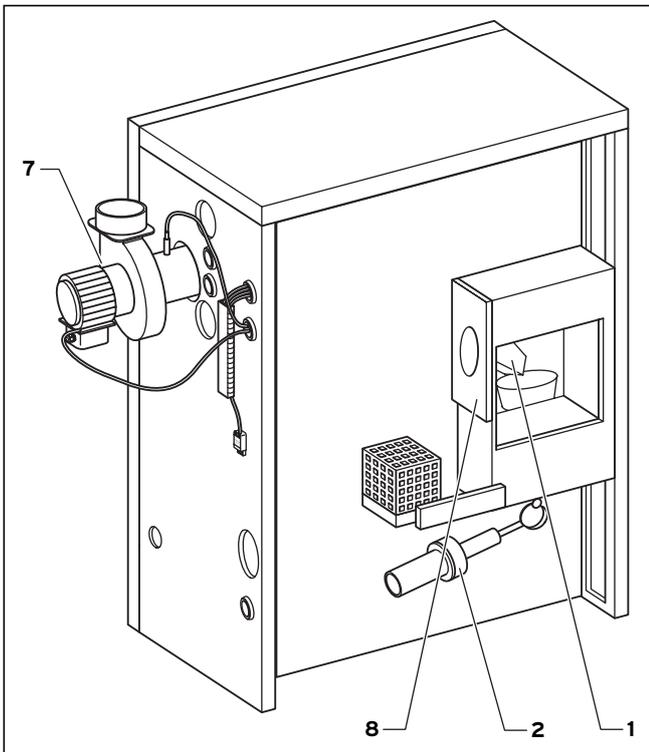

Abb. 5.4 Funktionselemente des Pelletkessels mit Saugaustragung oder Handbeschickung
**Flanschverbindung:** Die Flanschverbindung (4) verbindet die Einschubschnecke (3) aus dem Vorratsbehälter mit dem Fallschacht (1, Abb. 5.4) des Pelletkessels.